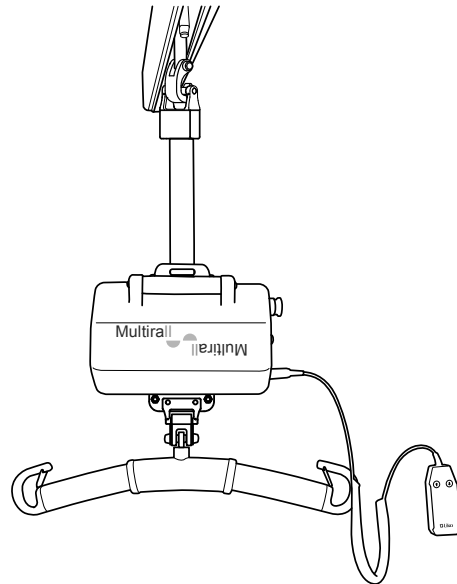

Abb. 2
- montiert mit dem Hebeband über dem Liftergehäuse (Abb. 2).